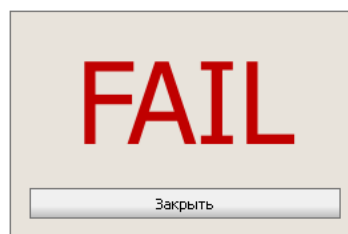

Рис. 4
- если появится красное сообщение «FAIL» (рис.4), то тонким острым предметом (разогнутой скрепкой, зубочисткой, кончиком карандаша или ручки) нажмите скрытую кнопку «Сброс» (маленькое круглое отверстие на нижней грани радиостанции) и, дождавшись выхода радиостанции в рабочий режим, повторите все действия с самого начала п.3.